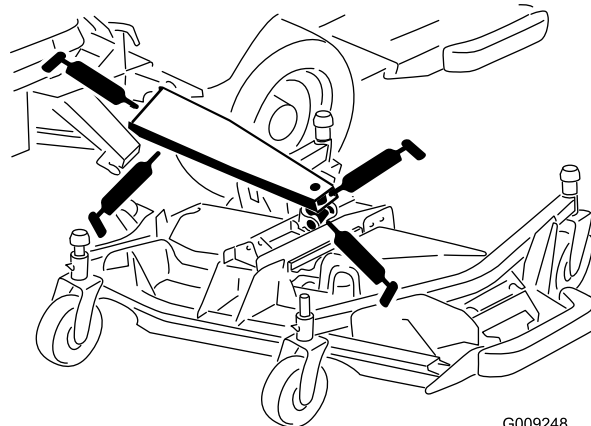

Figura 75
- 3 bocche del braccio di sollevamento principale (Figura 75)
- 1 bocca del cilindro di sollevamento (Figura 75)